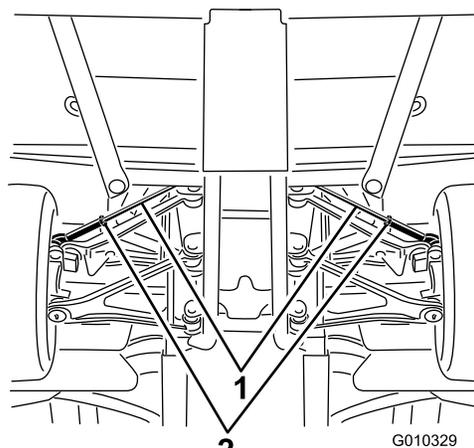

図 57
- A. タイロッドの中心についているジャムナットをゆるめる 図 57。